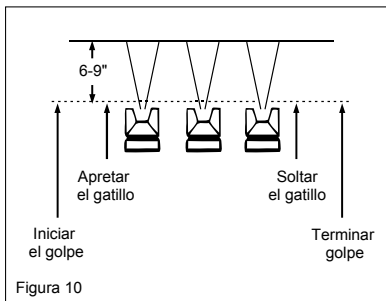

Figura 10
5. Dispare la pistola correctamente. Iniciar la pistola se mueve al comienzo de la carrera antes de apretar el gatillo y suelte el gatillo antes de parar movimiento de la pistola en el final de la carrera. Este procedimiento pluma / mezclar cada golpe con el siguiente sin mostrar superposición o desniveles. (Ver Figura 10)